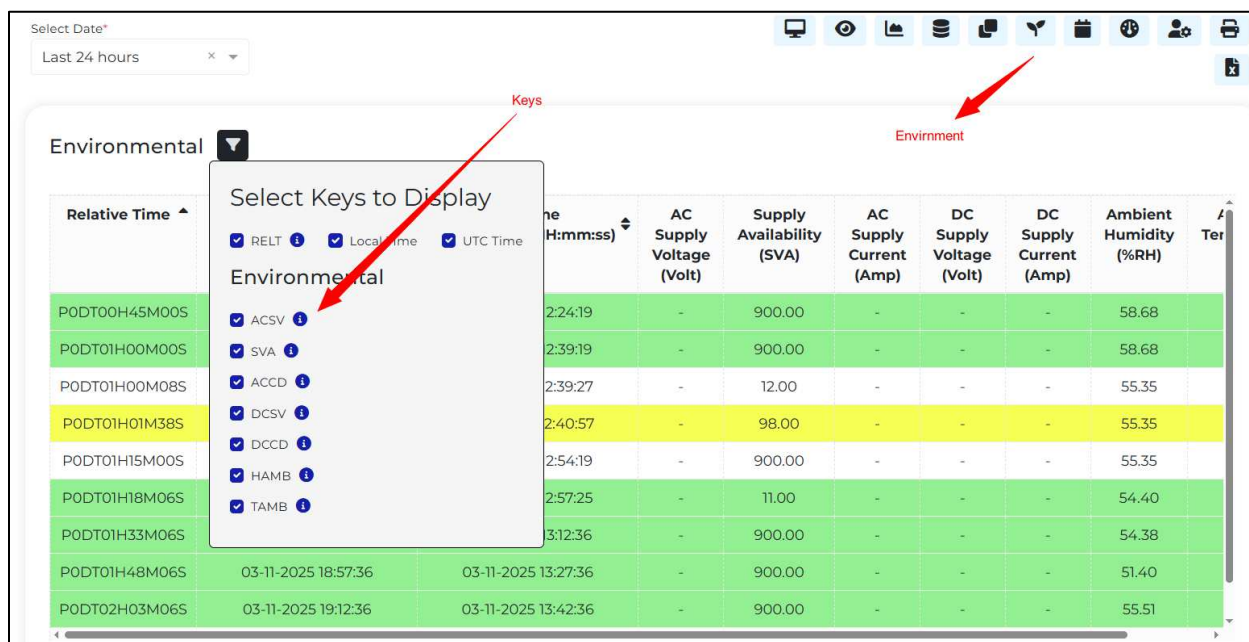

Figure 53 Tableau de bord des données environnementales pour le périphérique sélectionné
- Les utilisateurs peuvent filtrer les paramètres requis pour une meilleure lisibilité, comme le montre la figure 53.